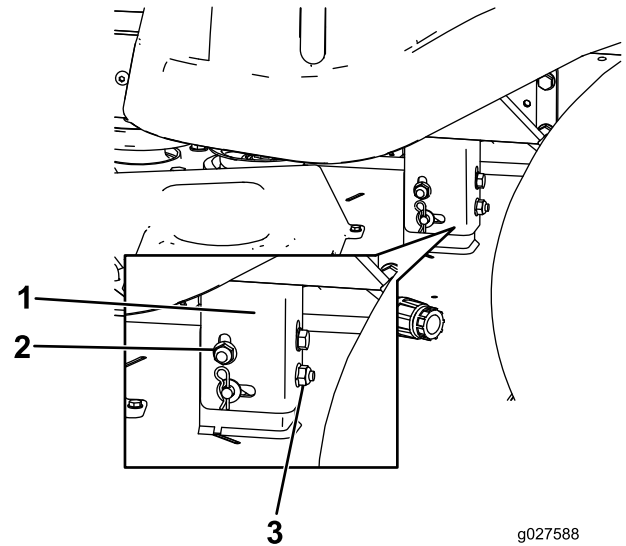

Figura 59
- Eleve ou desça o lado esquerdo da plataforma do cortador rodando porca traseira (Figura 59).